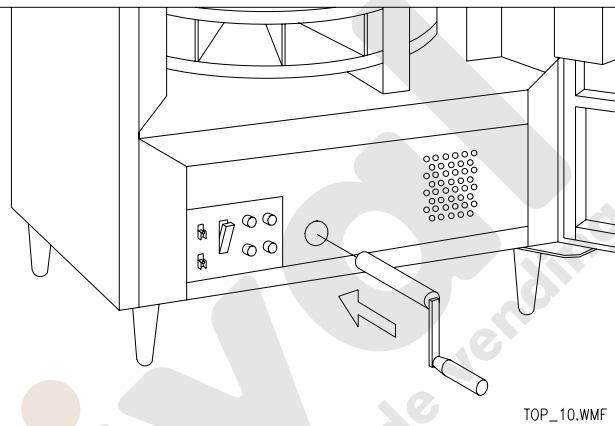

FIG. 13
- 5) Localizar el grupo de levantamiento en la parte inferior del distribuidor Fig. 13, y usando la manivela, hacer girar la barra en sentido antihorario hasta el tope del recorrido, de manera tal que los discos bajen.